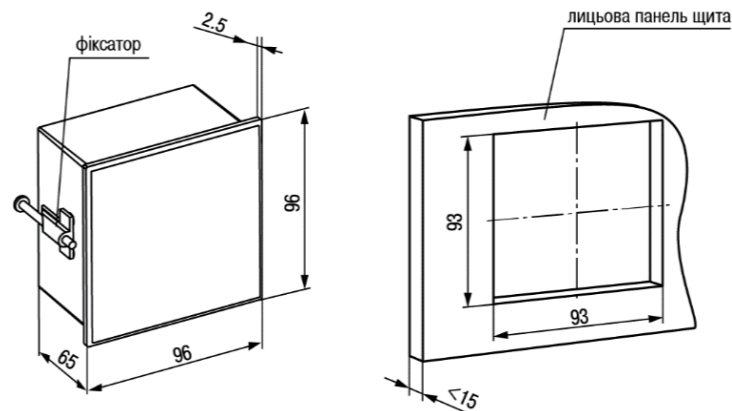

Рисунок 4 – Габаритні розміри корпусу Щ1
1. Підготувати на щиті керування монтажний виріз для встановлення пристрою (див. *рисунок 4*).